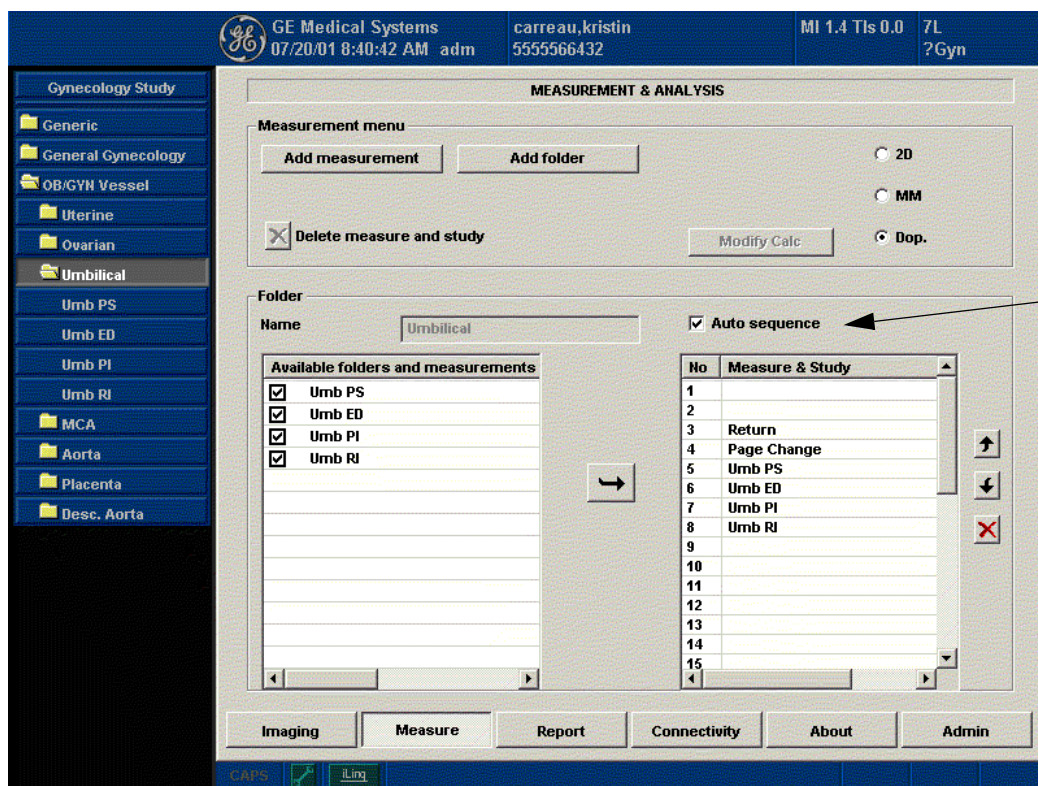

Рис. 7-19. Экран Measurement & Analysis (Измерение и анализ): Автоматически выполняемая последовательность
2. В секции Folder (Папка) экрана Measurement & Analysis (Измерение и анализ) выберите пункт Auto sequence (Автоматически выполняемая последовательность). См. Рис. 7-19. Для АК/ГИН сосудистых измерений доплеровские измерения, относящиеся к исследованиям пуповины, находятся в папке измерений Umbilical (Пуповинное исследование).